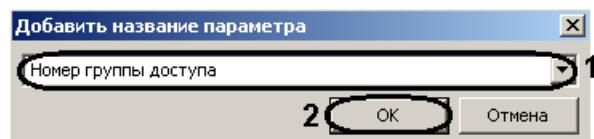

Рис. 3.6—22 Добавление названия параметра
- 4.3.1 Из раскрывающегося списка выбрать необходимый параметр (см. Рис. 3.6—22, 1).